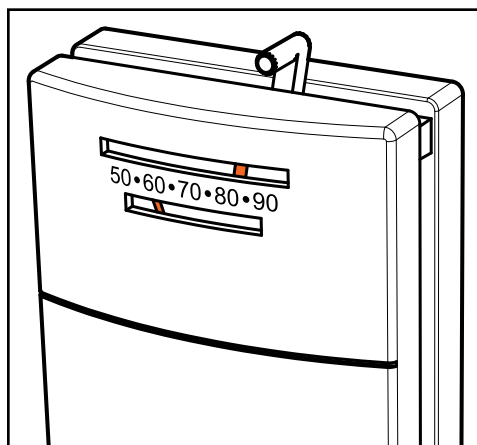

Figure 23.2
1. Un thermostat de basse tension doit être utilisé avec ce poêle à granulés. Vous pouvez utiliser le thermostat mural inclus **Figure 23.2**) ou acheter un thermostat programmable ou une télécommande. Il est muni d'une résistance anticipatrice réglable. Le courant nominal est de 0,05 A. La résistance anticipatrice doit être réglée au niveau le plus bas.